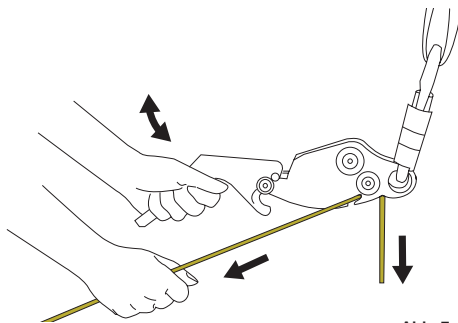

Abb. 7
- Die Abseilgeschwindigkeit wird mit einer Hand am Griff und der anderen Hand am Seil unter dem Gerät geregelt. Zunächst das Seil in einem Winkel aus dem Schlitz laufen lassen. Mit auf dem Kopf stehenden Abseilgerät wird der Abseilvorgang durch Ziehen des Griffes nach oben (Abb. 7) eingeleitet und durch Bewegung des Griffes nach unten oder Freigabe des Griffes beendet. Erhöhen oder verringern Sie die Reibung, indem Sie das Seil in den schmalen Teil des Schlitzes hinein bzw. davon weg bewegen wie in Abb. 3B gezeigt. Es ist wichtig, dass eine Hand zur besseren Regelung des Abseilvorgangs immer am Seil unterhalb des Abseilgerätes bleibt.